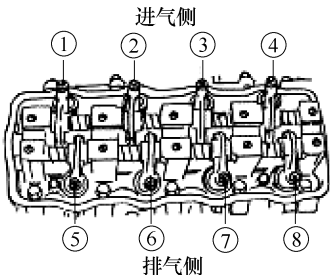

图 6-35 气门间隙检查点
- 6) 检查气门①②⑤和⑦的气门间隙，如图6-35所示。
- 7) 检查和调整气门①②⑤和⑦的气门间
隙后，准确转动曲轴一周(360°)，同样检查③④⑥和⑧，并根据需要调整，如图6-35所示。